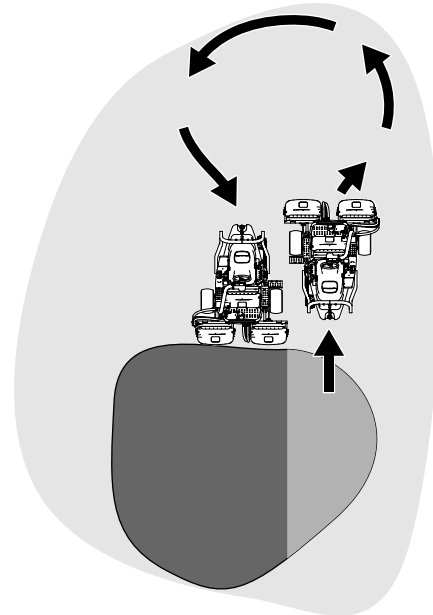

図 35
- Uターンするとき、一旦反対側にハンドルを切ってから旋回すると、楽に、しかも効率良く回ることができて次の列そろえが楽になります。反対側に軽く振ってから旋回すると雨だれ形の旋回 図 35 になって、スムーズに次の列に入ることができます。